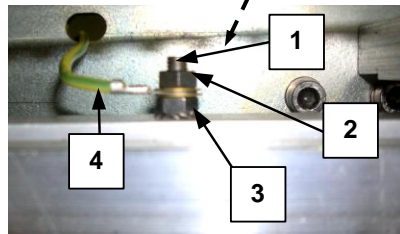

Bild 5.12
- Lösen Sie die Kontermutter des Erdungskabels (Nr. 2 - Bild 5.12).
- Die Mutter Nr. 3 (Bild 5.12) abschrauben.
- Lösen Sie die Kreuzschlitzschraube (Nr. 1 - Bild 5.12) des Heizelements.
- Setzen Sie das neue Heizelement so in die Siegelbacke ein, dass es vollständig in den Backensitz eingearbeitet ist und verriegeln Sie es mit der Kopflössschraube (Nr. 3–Bild 5.12).